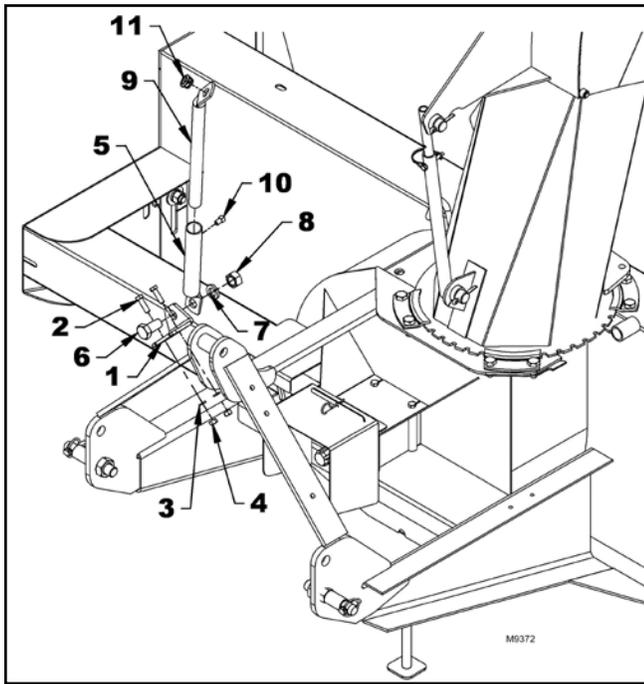

Figure 19. Assemblage du support de la poignée
6. Figure 19 : Installez le support de rotation (article 1) sur le bras droit du kit d'attelage à trois points avec deux boulons 3/8 NC x 1-1/4 po, des rondelles de blocage et des écrous (articles 2, 3, 4). Serrez fermement.
11. Figure 19 : Une fois la souffleuse attachée au tracteur, réglez la position et la hauteur des poignées pour assurer le confort et la sécurité d'utilisation. Serrez la vis de réglage (article 10) sur le support de la poignée ainsi que le boulon 3/4 NC x 1-1/2 po, la rondelle de blocage et l'écrou 3/4 NC (articles 6, 7, 8).